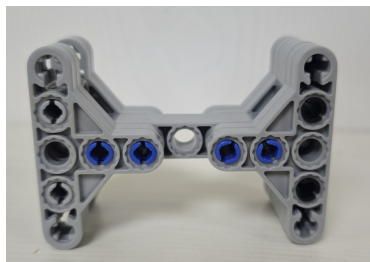

图 3 “新能源材料”模型
4.1.1 比赛开始前，机器人上预装有 1 个“新能源材料”模型，如图 3 所示。